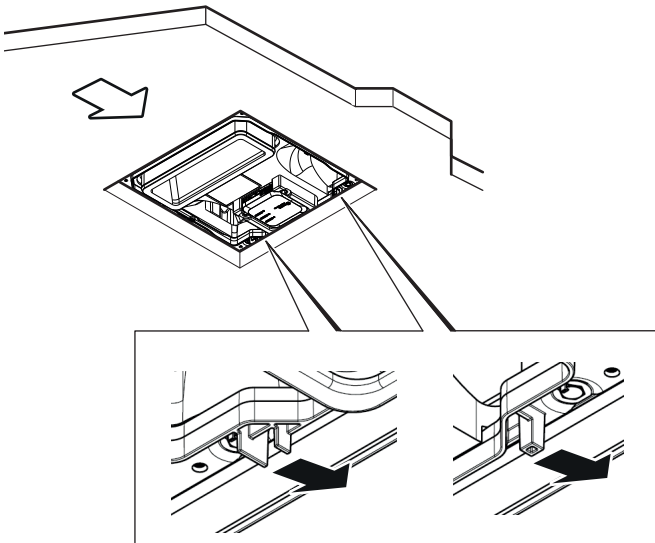

Fig. 11
- ▶ Pour l'alignement, utiliser les deux ergots de positionnement sur l'unité extérieure comme butée avant (Fig. 11). L'unité extérieure doit ensuite être déplacée vers l'arrière jusqu'à ce que les trous de vis pour le cadre de montage soient accessibles.